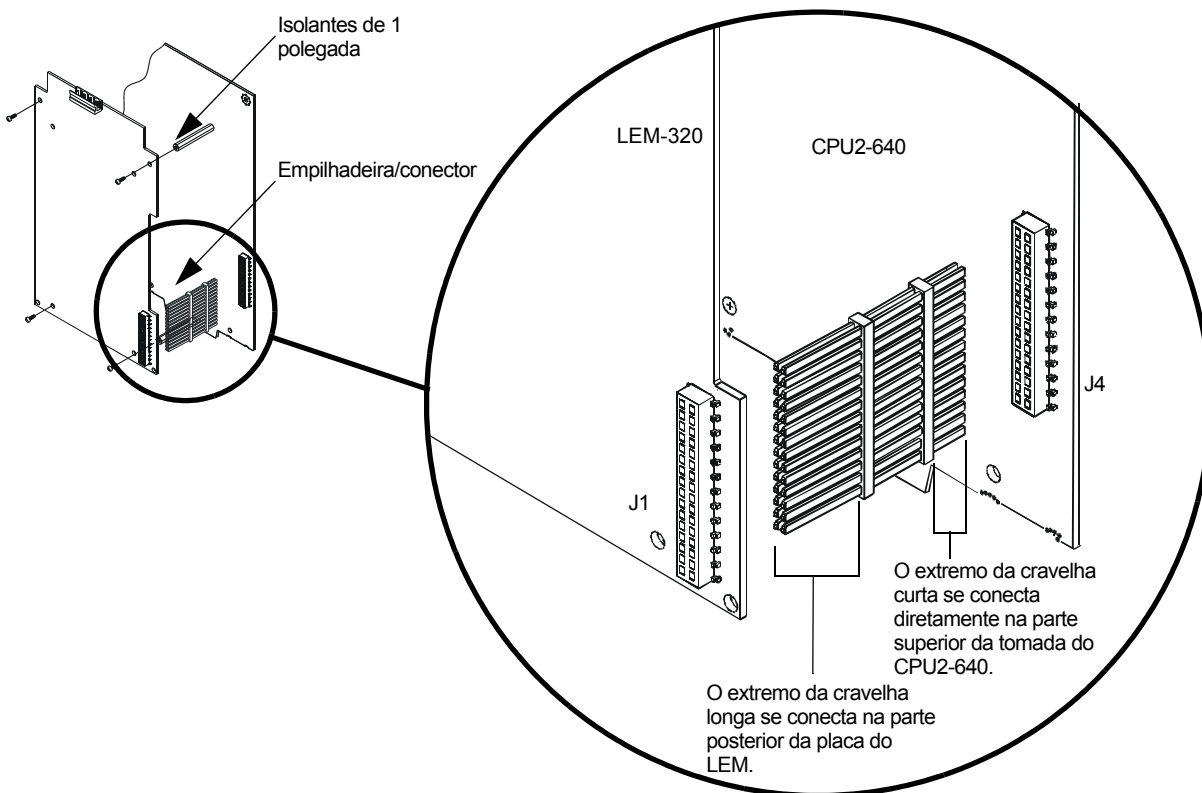

Figura 3.14 Montagem do LEM-320 com empilhadeira/conector
A instalação de um módulo extensor de laço adiciona um segundo laço do SLC ao painel de controle. Veja a figura 3.14 para ver ilustrações da empilhadeira/conector.
2. Alinhe o LEM com os quatro isolantes de 1 polegada e a empilhadeira/conector como aparece na figura 3.14; coloque firmemente a empilhadeira/conector.
Para que o SLC funcione adequadamente, a empilhadeira/conector deve estar instalada como aparece na figura 3.14. **Não instale outros módulos opcionais acima do LEM-320.**